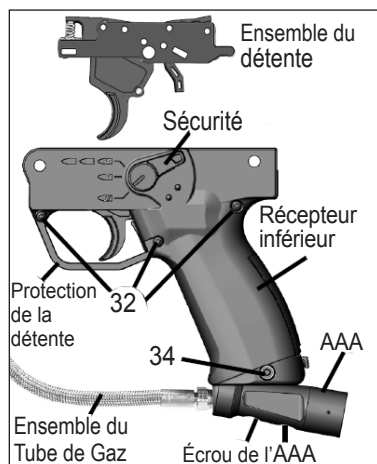

Figure 20: Récepteur inférieur E-Grip
6. Remplacez la moitié gauche du récepteur et vissez (32 et 34 sur la Figure 20).